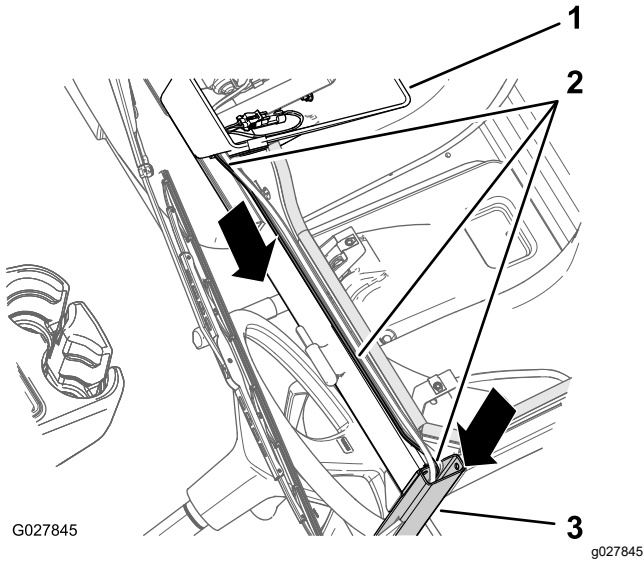

Figura 43
1. En la consola superior, enrute el arnés de cables de la bomba del lavaparabrisas (Figura 43) a la izquierda y a junto a la manguera que instaló en Enrutado de la manguera \(página 17\).